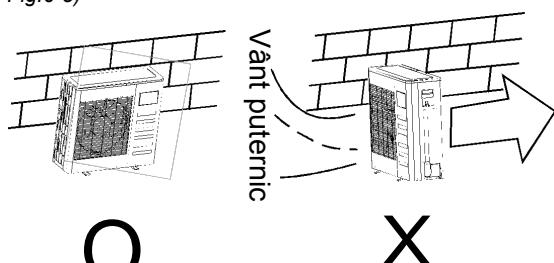

Fig.6-1
- În cazul în care locul de instalare este expus la vânt puternic cum ar fi la mare, asigurați-vă că ventilatorul funcționează corespunzător îstăând aparatul de-a lungul peretelui sau folosind un dispozitiv anti-praf.(Consultați Fig.6-1)